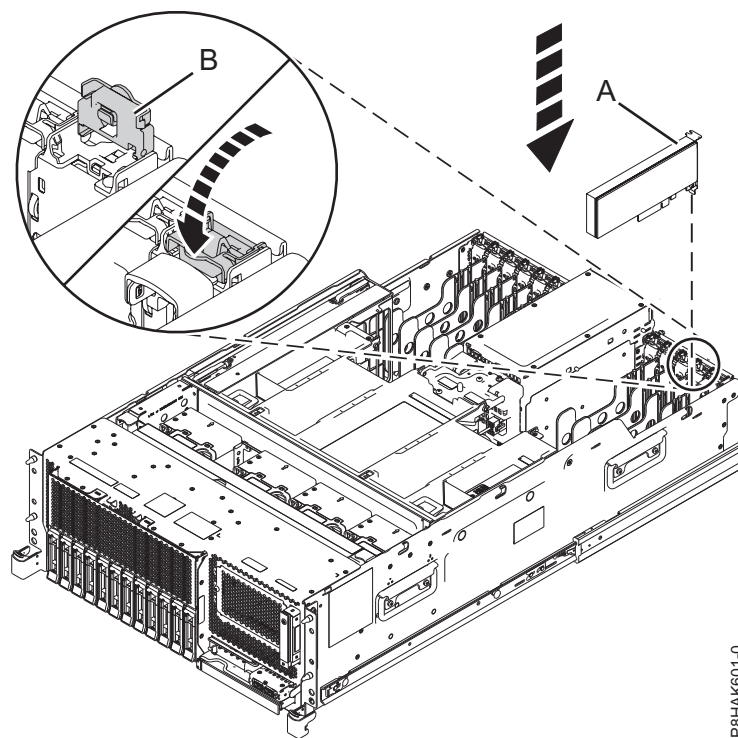
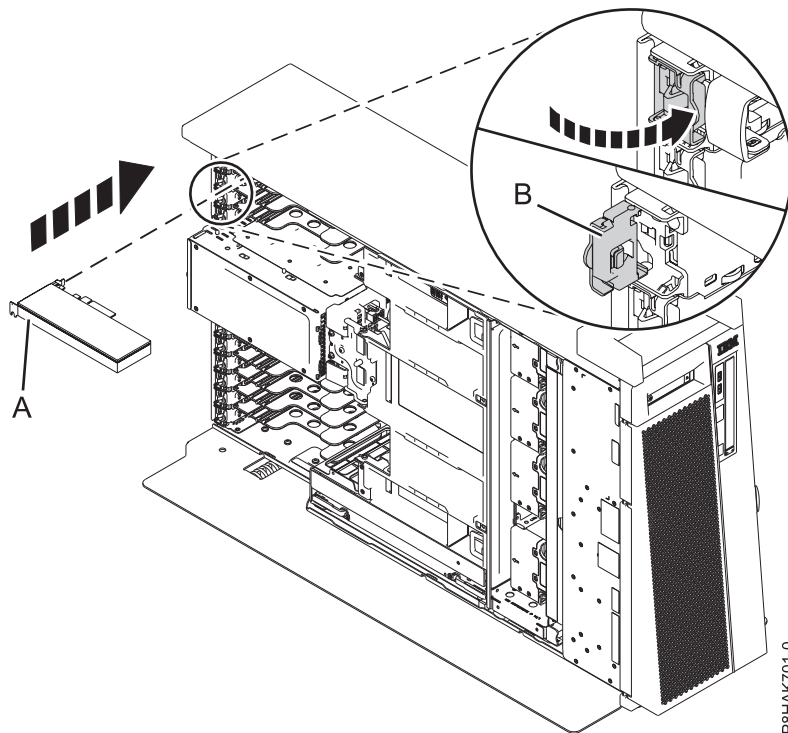

Figura 54. Instal·lació o substitució d'un adaptador PCIe en un sistema muntat en bastidor
Figura 55. Instal·lació o substitució d'un adaptador PCIe en un autònom sistema 8286-41A
7. Si el pestell d'adaptador (**B**) de la ranura de destinació encara no està en la posició d'obertura, estireu el pestell fins que es col·loqui en posició d'obertura fent-lo girar cap a fora del clip de la part posterior del sistema, tal com es mostra a la Figura 54 a la pàgina 61 i Figura 55 a la pàgina 61.
8. Agafeu amb compte l'adaptador per l'extrem superior o per la contrapunta i alineu-lo amb la ranura i el seu connector de la placa posterior del sistema (**A**), tal com es mostra a Figura 54 a la pàgina 61 i Figura 55 a la pàgina 61.
10. Per bloquejar l'adaptador dins la seva ranura, feu girar el pestell d'adaptador (**B**) en la direcció que es mostra a la Figura 54 a la pàgina 61 i Figura 55 a la pàgina 61.